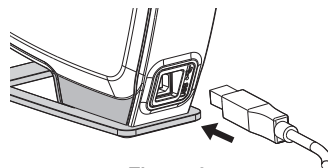

Figure 6
- 1 Raccordez le câble USB au port USB situé à l'arrière de l'étiqueteuse. Voir Figure 6.